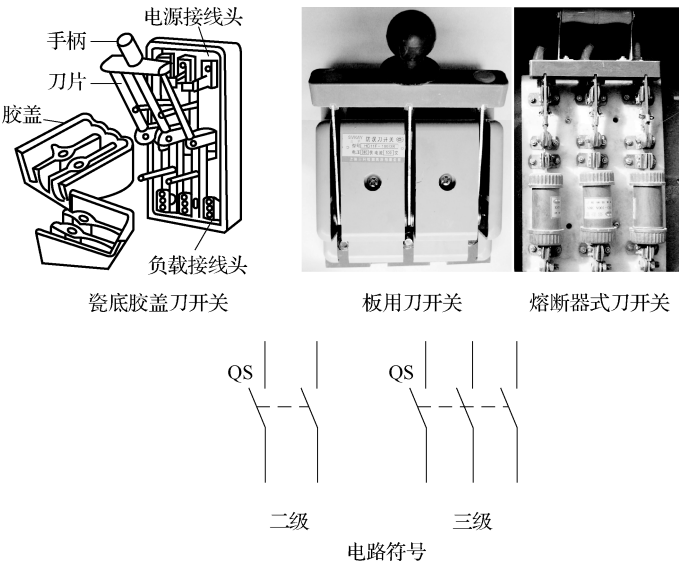

图 1-1 刀开关的外形、结构及电路符号
刀开关是一种应用最广、结构较简单的低压电器。按结构型式有板用刀开关、熔断器式刀开关和负荷开关（瓷底胶盖刀开关）。如图 1-1 所示为几种类型开关的外形、结构及电路符号。
6) 按照刀开关的使用条件来分、合开关，不带灭弧罩的刀开关不应分断负载电流。例如图 1-1 所示的 HK 系列瓷底胶盖刀开关没有灭弧装置，为防止电弧灼伤人手，不宜带负载操作，合闸、拉闸动作要迅速，使电弧很快熄灭。带灭弧罩的刀开关应保持灭弧罩的完好，且灭弧罩的安放位置应正确。